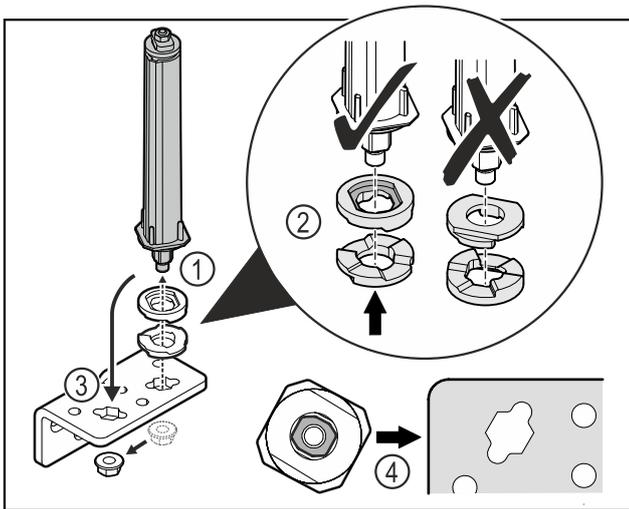

Fig. 27
- ▶ Развийте гайката и свалете затварящата система на вратата Fig. 27 (1).
- ▶ Обърнете внимание на правилното подравняване на шайбите за регулиране на височината Fig. 27 (2).
- ▶ Преместете затварящата система на вратата в ъгъла на пантата и я фиксирайте с гайката Fig. 27 (3).
- ▶ При поставяне се уверете, че затварящата система на вратата е правилно подравнена Fig. 27 (4).